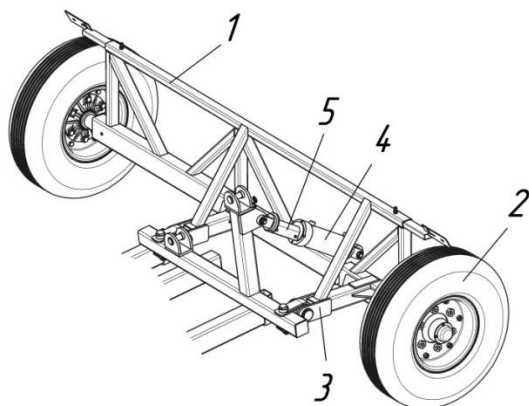

Рисунок 7 – Ход колесный
3.6 **Колёсный ход** (рисунок 7) выполняет функцию задней опоры комбайна и обеспечивает его транспортное и рабочее положение по высоте. Колёсный ход представляет собой сварную балку 1 к которой по бокам крепятся колеса 2. Колесный ход крепится к узлам рамы через проушины 3 и цилиндр 4, который регулирует подъем и опускание колесного хода.